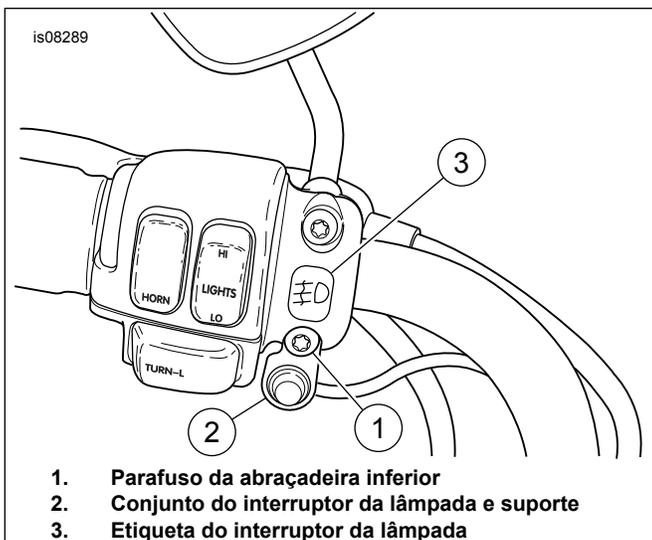

Figura 7. Instalação do interruptor da lâmpada na abraçadeira do controle da embreagem (ano 1996 e posteriores exibido)
15. Veja Figura 7. Remova o parafuso (1) e a arruela inferiores do prendedor do controle da embreagem e instale o conjunto do interruptor da lâmpada e suporte (2). Instale o parafuso e a arruela, e aperte com torque de 7 a 9 N·m (60 a 80 lb·pol.). **Para aplicações internacionais:** Coloque a etiqueta do interruptor da lâmpada (3) no prendedor do controle da embreagem.